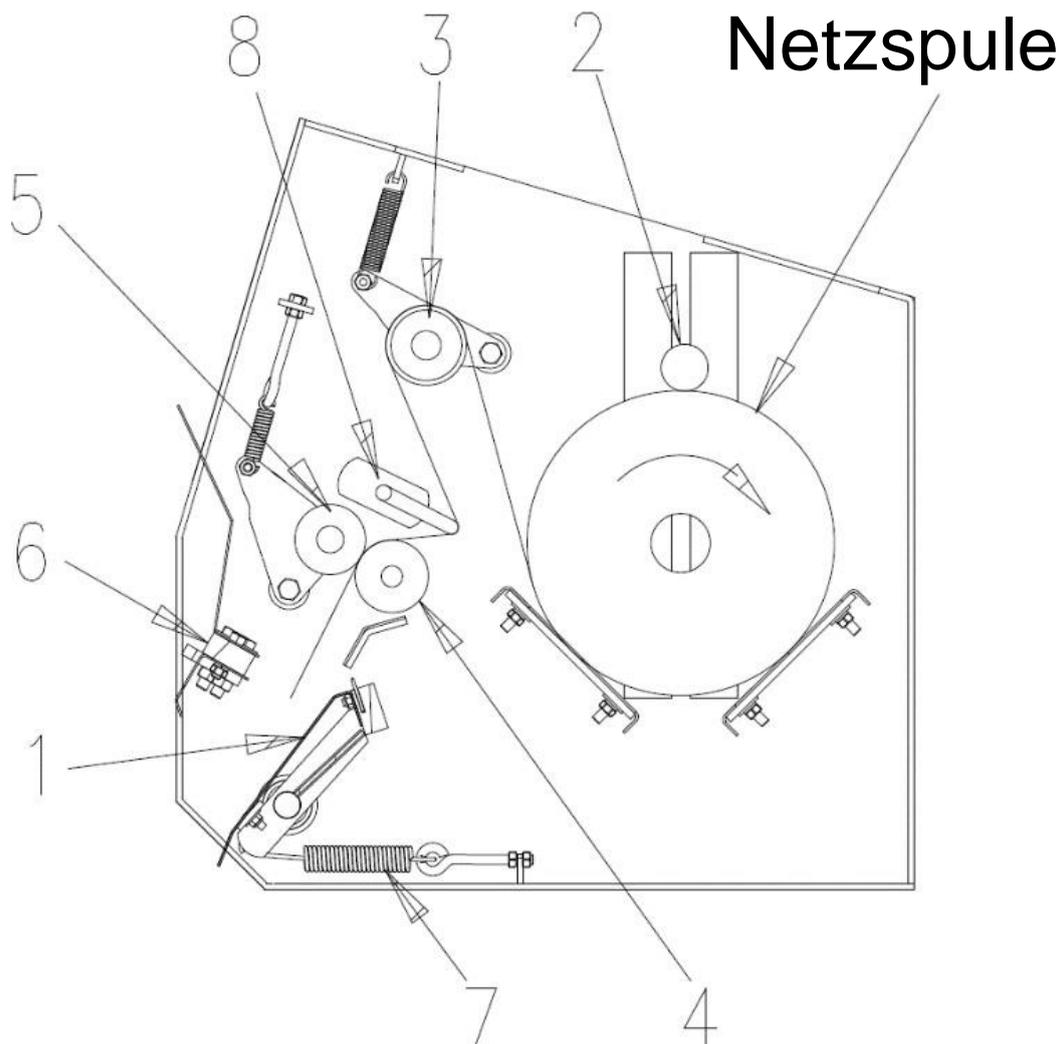

Abbildung 17. Netzpfad
Um das Netz einzulegen, heben und senken Sie die Heckklappe, indem Sie das Messer in die Warteposition bringen. Abbildung 17 zeigt das richtige Pfad für das Netz. Legen Sie die Spule in den Netzspulenkasten. Positionieren Sie die Spule wie in Abbildung dargestellt, sodass das Netz an der Rückseite der Ballenpresse nach oben abwickelt. Legen Sie die Stange (2), die die Netzbremse ist, auf die Spule. Führen Sie das Netz gemäß dem Schema durch die Verteilerwalze (3), die Verteilerstange (8), stecken Sie das Ende des Netzes zwischen die Gummiwalze (4) und die Andruckwalze (5) und ziehen Sie es einige Zentimeter unter das Gegenmesser (6).